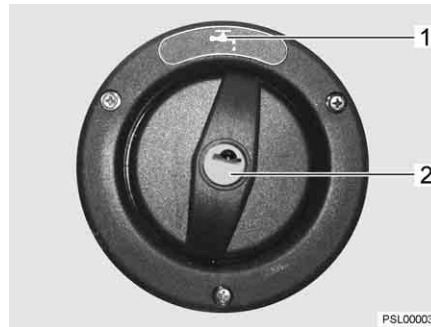

Fig. 228 Coperchio per bocchettone di riempimento dell'acqua potabile (Ixeo)
Il bocchettone di riempimento dell'acqua potabile è contrassegnato dal simbolo "H₂O" (Fig. 228,1). Il coperchio viene aperto e chiuso con la chiave per le serrature degli sportelli esterni.
- Inserire la chiave nel cilindro della serratura (Fig. 228,2) e ruotare in senso antiorario di un quarto di giro.